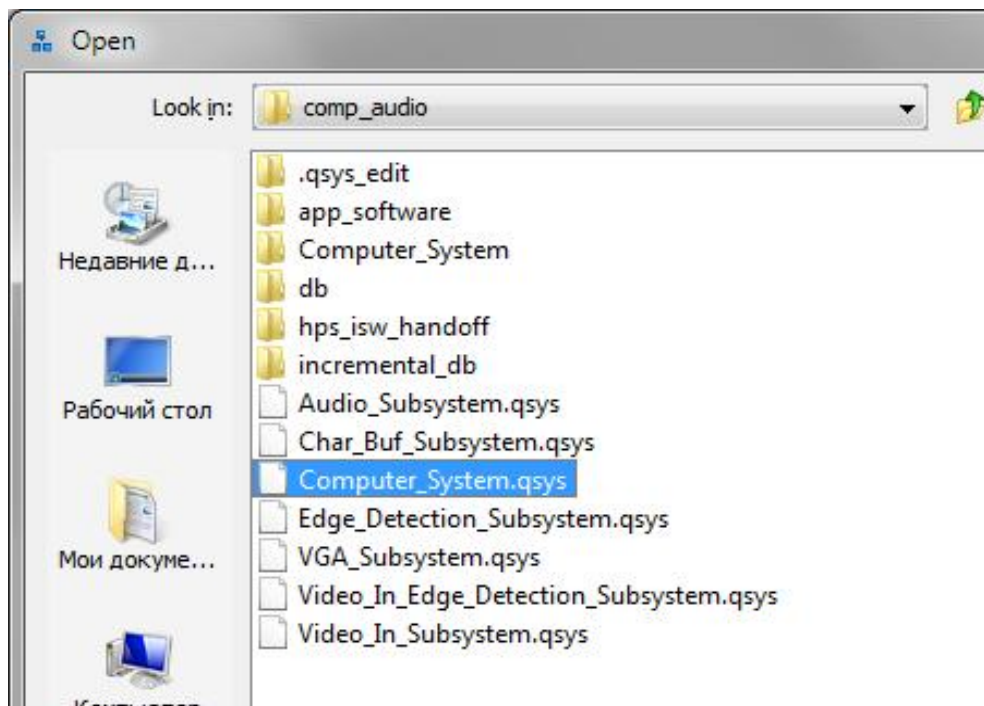

Рис. 71. Вибір файлу опису системи на кристалі
3. Запустіть утіліту **Qsys** (або **Platform Designer**). Відкрийте файл опису системи **Computer_System.qsys** (рис. 71).